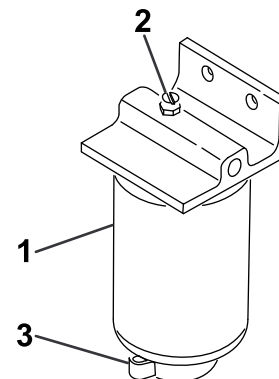

Bild 55
2. Lösen Sie das Ablassventil an der Unterseite der Filterglocke (Bild 55).
1. Reinigen Sie den Anbaubereich der Filterglocke (Bild 55).